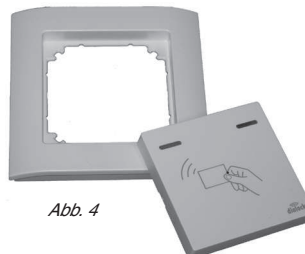

Abb. 4
- Rahmen und Abdeckung (Abb. 4).